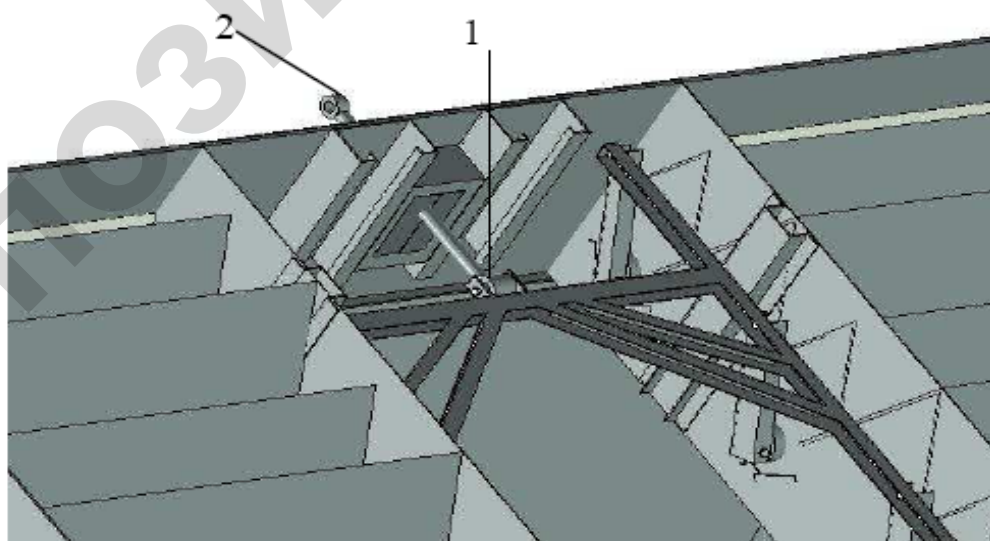

Рис. 4.26. Шатун привода качания выгребных лопаток:
- проверить и смазать подшипники шатуна привода качания выгребных лопаток (рис. 4.26);